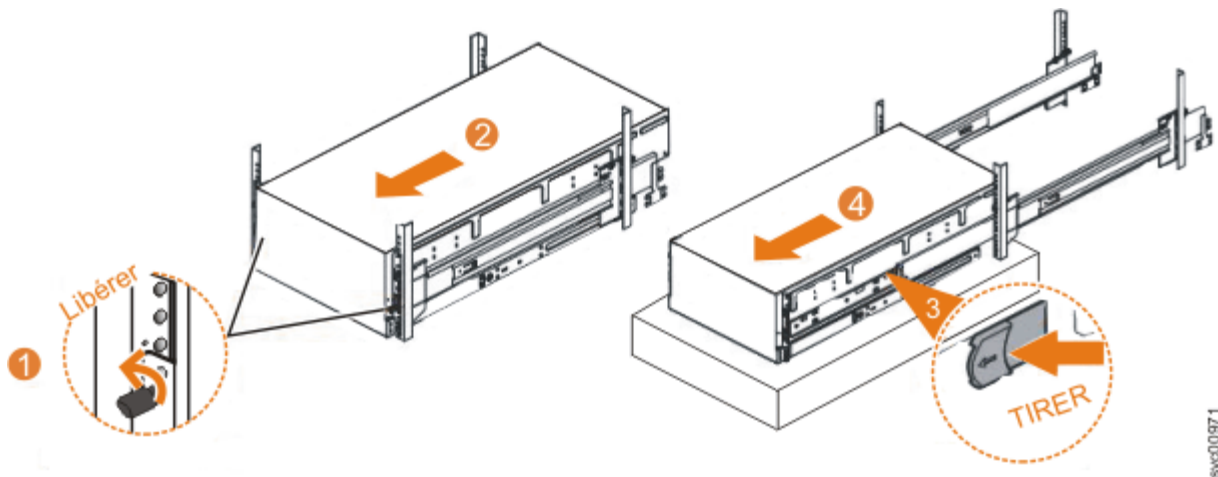

Figure 107. Retrait du boîtier d'extension 5U de l'armoire
1. Desserrez les vis moletées de verrouillage (1) à l'avant du boîtier, comme indiqué dans la Figure 107, à la page 96.
2. Faites glisser avec précaution le boîtier vers l'avant hors de l'armoire (2), comme indiqué dans la Figure 107, à la page 96.
3. Localisez les pattes de déverrouillage bleues gauche et droite à proximité de l'avant du boîtier. Tirez les deux pattes de déverrouillage vers l'avant pour déverrouiller le mécanisme du tiroir (3) dans la Figure 107, à la page 96.
4. Faites glisser le boîtier et l'élément interne de la glissière hors de l'armoire (4) dans la Figure 107, à la page 96.